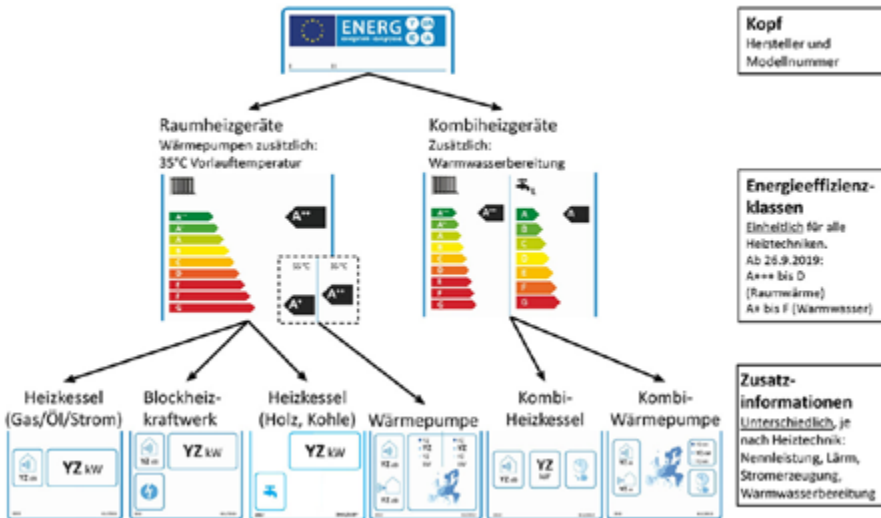

Abb. 1: Energiekennzeichnung für Heizgeräte.
In vielen Heizungen schlummert ein großes Einsparpotenzial an Energie, Energiekosten und Treibhausgasemissionen. Die Energieverbrauchskennzeichnung für Heizgeräte (Verordnung (EU) Nr. 811/2013) soll zusammen mit der Ökodesign-Anforderung (Verordnung (EU) Nr. 813/2013) dazu beitragen, diese Potenziale zu erschließen. Die Geräte müssen mit einer Energiekennzeichnung versehen sein (siehe Abb. 1 → Seite 67), so wie Sie es zum Beispiel von Kühlschränken, Waschmaschinen und Wäschetrocknern kennen.